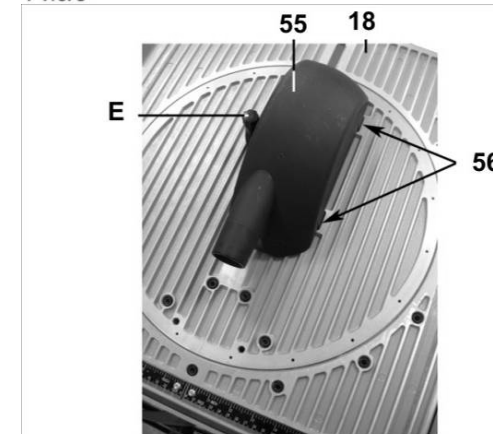

Рис.4
- Установите на раструб кожуха (55), Рис. 4, патрубок (5), Рис. 2а. К патрубку (5) необходимо подключить систему пылеудаления – пылесос (не комплектуется);